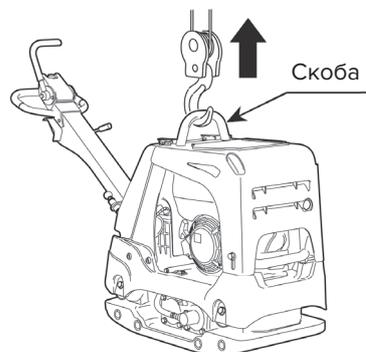

Рис. 33
3. Зацепите крюк подъемного крана за скобу на защитной раме (рис. 33). Запрещается осуществлять подъем оборудования за рукоятку.